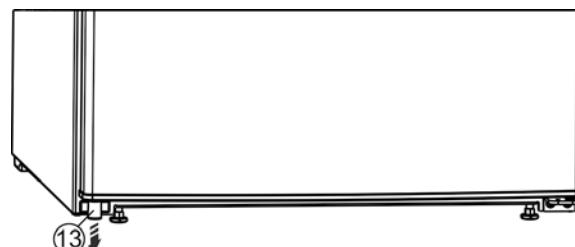

Fig. 14 *
- Извлеките из двери распорную деталь Fig. 14 (13) внизу слева.*